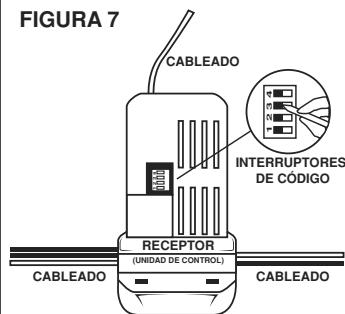

FIGURA 7
- Configuración del código de la nueva unidad de control (vea la figura 7).